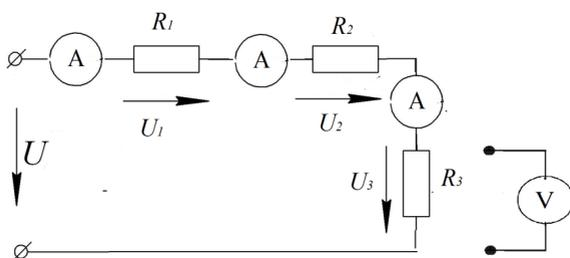

Рис. 2.1. Электрическая схема исследуемой цепи
В лабораторной работе исследуется последовательная линейная электрическая цепь постоянного тока. Схема исследуемой цепи (рис. 2.1) собирается с помощью соединительных проводников на наборной панели лабораторного стенда.
1. Выберите номиналы миниблоков с резисторами R_1 , R_2 , R_3 и соберите исследуемую цепь на макетной панели с помощью проводников; последовательно после каждого сопротивления включите миниблок «амперметр» (рис. 2.1).